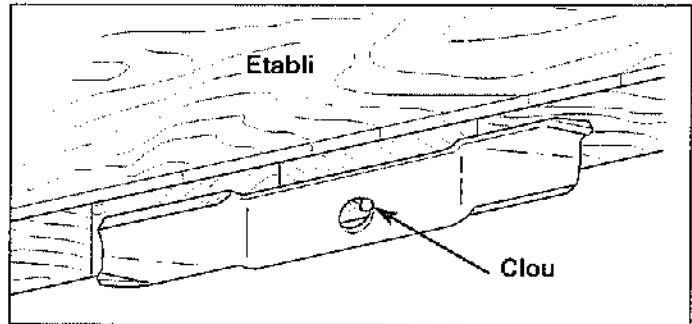

Figure 33. Équilibrage de la lame
5. Équilibrer la lame comme illustré à la figure 33. Centrer le trou de la lame sur un clou lubrifié d'une goutte d'huile. Une lame équilibrée doit rester à l'horizontale.